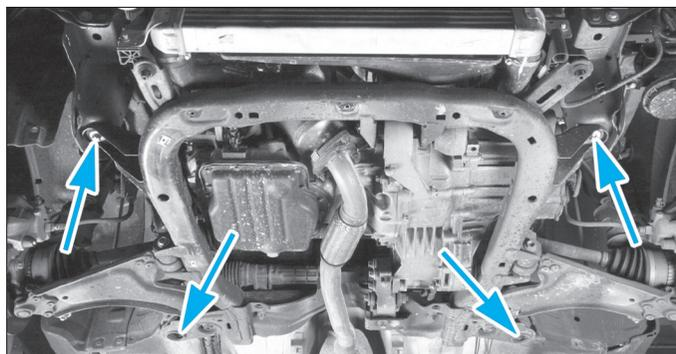

FIG. 8
- Déposer les quatre vis du berceau et descendre celui-ci avec précaution à l'aide du cric (Fig.8).